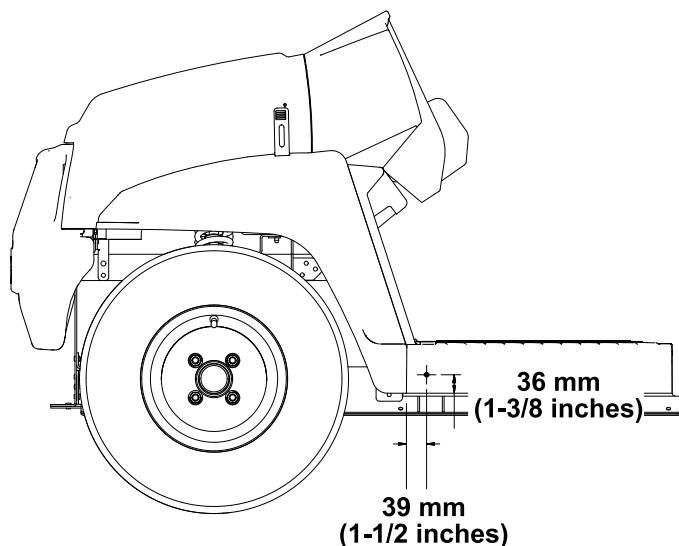

Figura 1
1. Utilizando as dimensões indicadas na Figura 1, faça um furo (5/16 pol.) no exterior da placa do piso em ambos os lados da máquina.